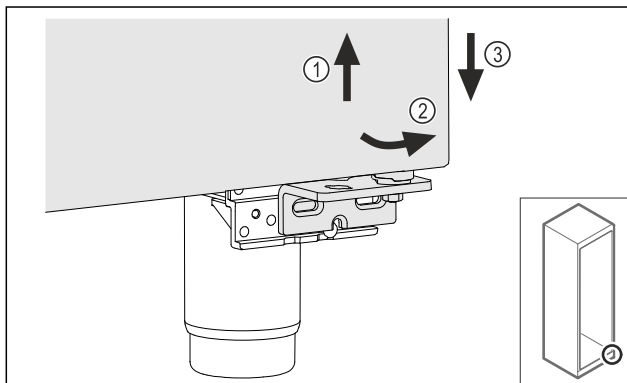

Fig. 16
- Ngrini derën paksa lart Fig. 16 (1), tërhiqeni nga përpara në pjesën poshtë Fig. 16 (2) dhe uleni poshtë Fig. 16 (3).